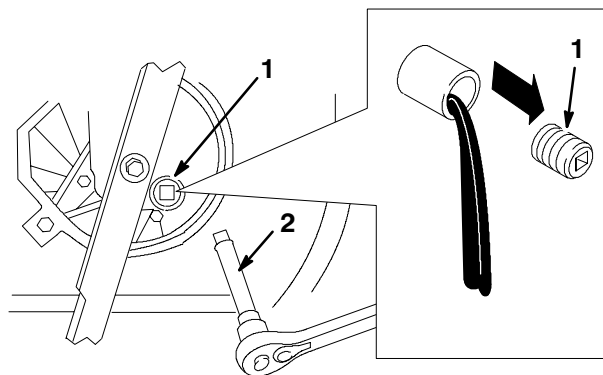

Figure 20
5. Retirer le bouchon de vidange d'huile, redescendre la tondeuse en position d'utilisation, et laisser l'huile s'écouler dans le bac de vidange (Fig. 20).